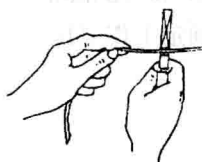

图 1-6 铡切钢丝
(4) 铡切钢丝。使用钢丝钳铡切钢丝时, 需用铡口, 操作方法如图 1-6 所示。